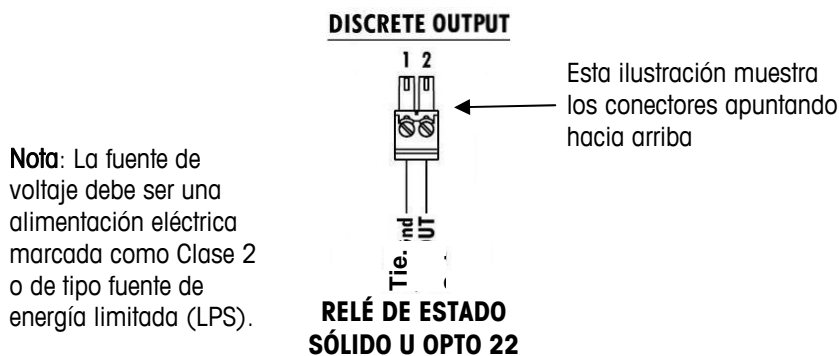

Figura 2-38: Conector de salidas discontinuas de las celdas de carga analógicas
- Observe para el cable estándar de cuatro hilos: Si un incremento en la carga resulta en una disminución en el peso mostrado, invierta los cables de señal (+SIG y □SIG). La Figura 2-38 muestra las definiciones de cableado para el conector de salida discontinua de las celdas de carga analógicas.